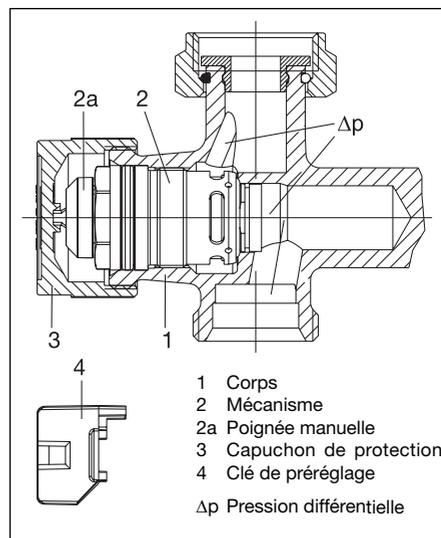

Fig. 7 Conception du robinet thermostatique
Le débit maximal peut être réglé à l'aide de la clé de pré-réglage (pos. 4, fig. 7) (voir paragraphe 6.2.2).
Avec l'appareil de mesure raccordé, la pression différentielle disponible au corps de robinet est mesurée. Pour ce faire, dévisser le mécanisme (pos. 2, fig. 7) à l'aide du «Demo-Bloc» et effectuer une mesure avec la tige pour mesurer la pression différentielle. Dès que la pression différentielle mesurée atteint un niveau supérieur ou égal à la pression différentielle Δp min. (voir 4.1), elle est assez élevée pour permettre la régulation automatique du débit par le robinet.
Le raccord est livré avec un capuchon de protection plastique (pos. 3, fig. 7) protégeant la tige du robinet et servant au réglage manuel du robinet thermostatique pendant les travaux de construction.
Procéder au préréglage selon la valeur souhaitée à l'aide de la clé de préréglage (pos. 4, fig. 7). Le préréglage ne peut être effectué qu'à l'aide de la clé de préréglage fournie qui est montée sur la poignée manuelle (pos. 2a, fig. 7). Cela évite tout risque de dérèglement de la valeur réglée par des personnes non autorisées.
Dans ce cas, dévisser le mécanisme (pos. 2, fig. 7) du corps (pos. 1, fig. 7) à l'aide du «Demo-Bloc» sans vidanger l'installation.